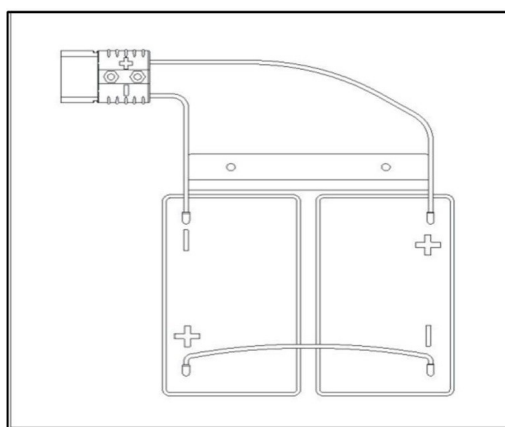

FIG. 4 — Conexión de las baterías
NOTA: La máquina funciona a 24 V con dos baterías de 12 V conectadas en serie (32 Ah recomendados) o con una batería de litio de 24 V. Realice el cableado según la FIG. 4.
- 1) Desbloquee el compartimento de la batería con la hebilla (21).
- 2) Conecte el cable de la batería tal como se indica en la FIG. 4 y fíjelo a la batería con los tornillos.
- 3) Introduzca la batería en el compartimento (22).